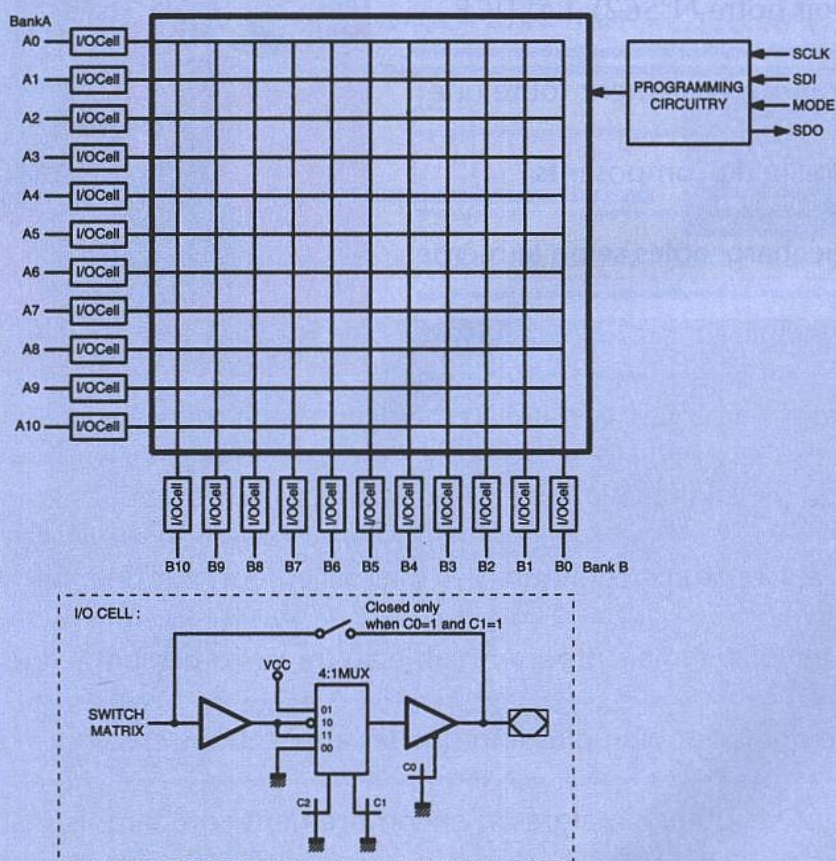

Figure 3
■ Figure 3
Aussi l'auteur a-t-il mis en pratique une méthode simple et très performante : elle consiste à éclairer le plan de travail par le dessous. Elle est illustrée figure 3, et part du principe que tout support de perceuse est débouchant par défaut. Donc le socle est percé à 10 mm environ.